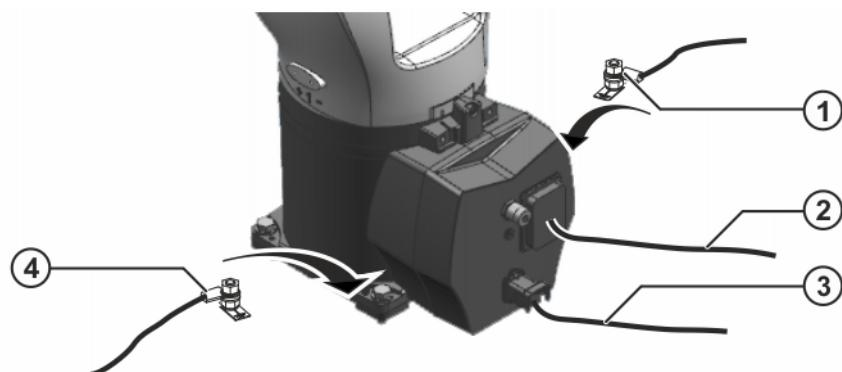

Abb. 8-28: Verbindungsleitungen anschließen
1. Motorleitung X30 und Datenleitung X31 anschließen (>>> Abb. 8-28). Beim Anschließen der Motorleitungsstecker ist darauf zu achten, dass die Stecker an Steuerung und Roboter richtig verriegelt sind. Die richtige Verriegelung wird durch ein hörbares Klicken bestätigt. Optisch wird es dadurch angezeigt, dass die roten Ringe an beiden Verriegelungsknöpfen nicht sichtbar und ganz eingedrückt sind.